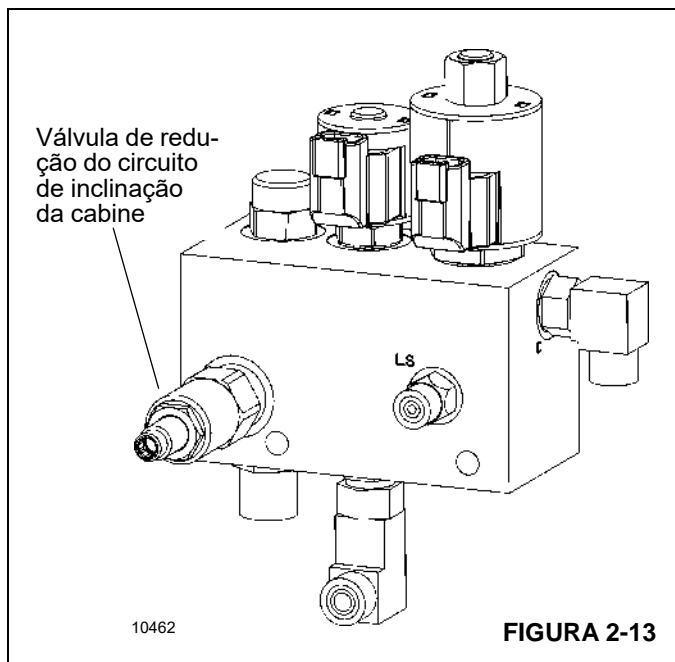

FIGURA 2-13
O circuito de inclinação da cabine é controlado por uma válvula de redução única (Figura 2-13 e Tabela 2-3) localizada dentro da torre próximo à válvula do coletor com um ajuste.
1. Instale um manômetro de mínimo de 345 bar (5000 psi) na entrada do medidor GP2 na válvula de controle direcional. Consulte a Figura 2-13.